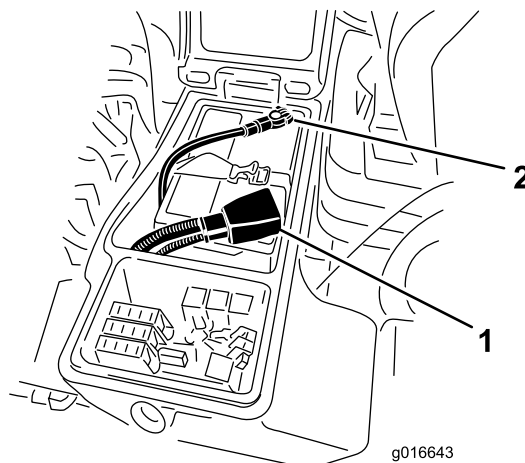

Figure 86
3. Débranchez le câble négatif de la batterie (Figure 86).